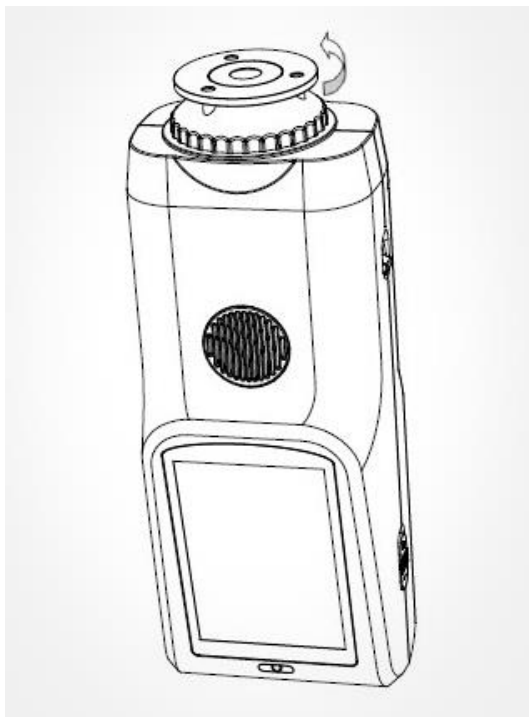

Рис.50 Замена апертуры
- 1) Поверните измерительную апертуру против часовой стрелки и снимите ее (Рис.50), затем установите другую апертуру, повернув её по часовой стрелке. Если апертура установлена правильно, то после ее установки, вы услышите «легкий щелчок», то есть апертура и положение кнопки интегрирующей сферы находятся в правильном положении относительно друг друга.